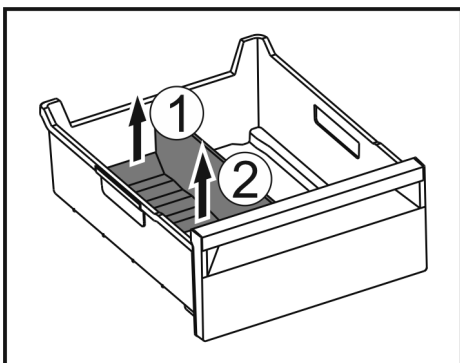

Fig. 99
- Achterste deel van de ijsvak-scheider optillen. Fig. 99 (1)
- Ijsvak-scheider er naar boven toe uitnemen. Fig. 99 (2)